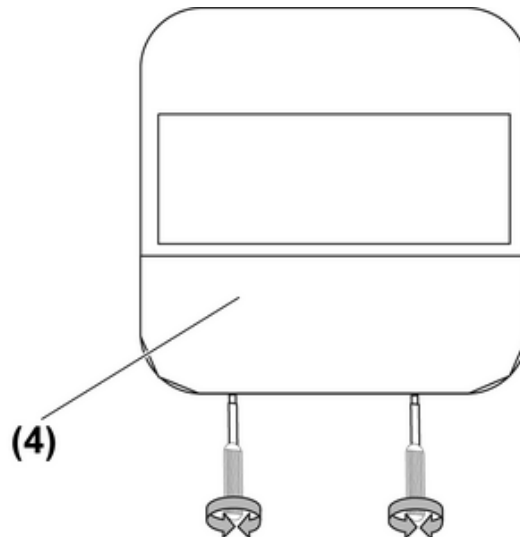

Figura 12: Rimuovere l'interruttore a scorrimento
- Rimuovere l'interruttore a scorrimento (4). Penetrare nelle cavità predisposte con un cacciavite (figura 12).